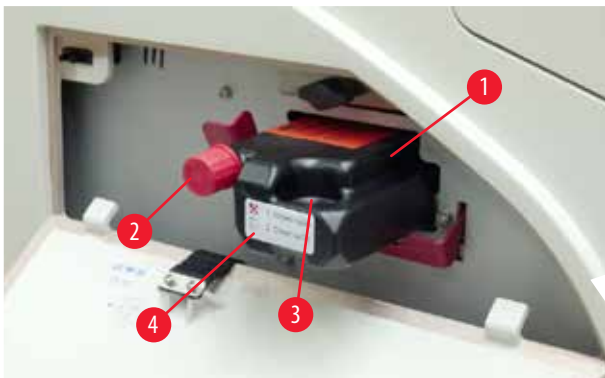

图 57
3. 揭去保护膜，将墨盒向墨盒插槽中插入一半(→"图 57")。